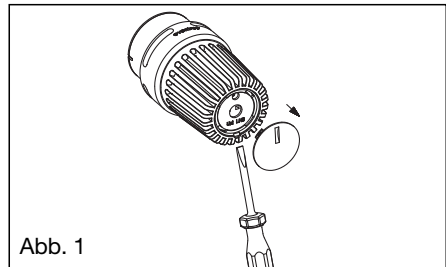

Abb. 1
1. Stirnseitige Abdeckscheibe (Abb. 1) durch die Aussparung am Handrad mit Hilfe eines geeigneten Werkzeuges (z. B. kleiner Schraubendreher) herausziehen.